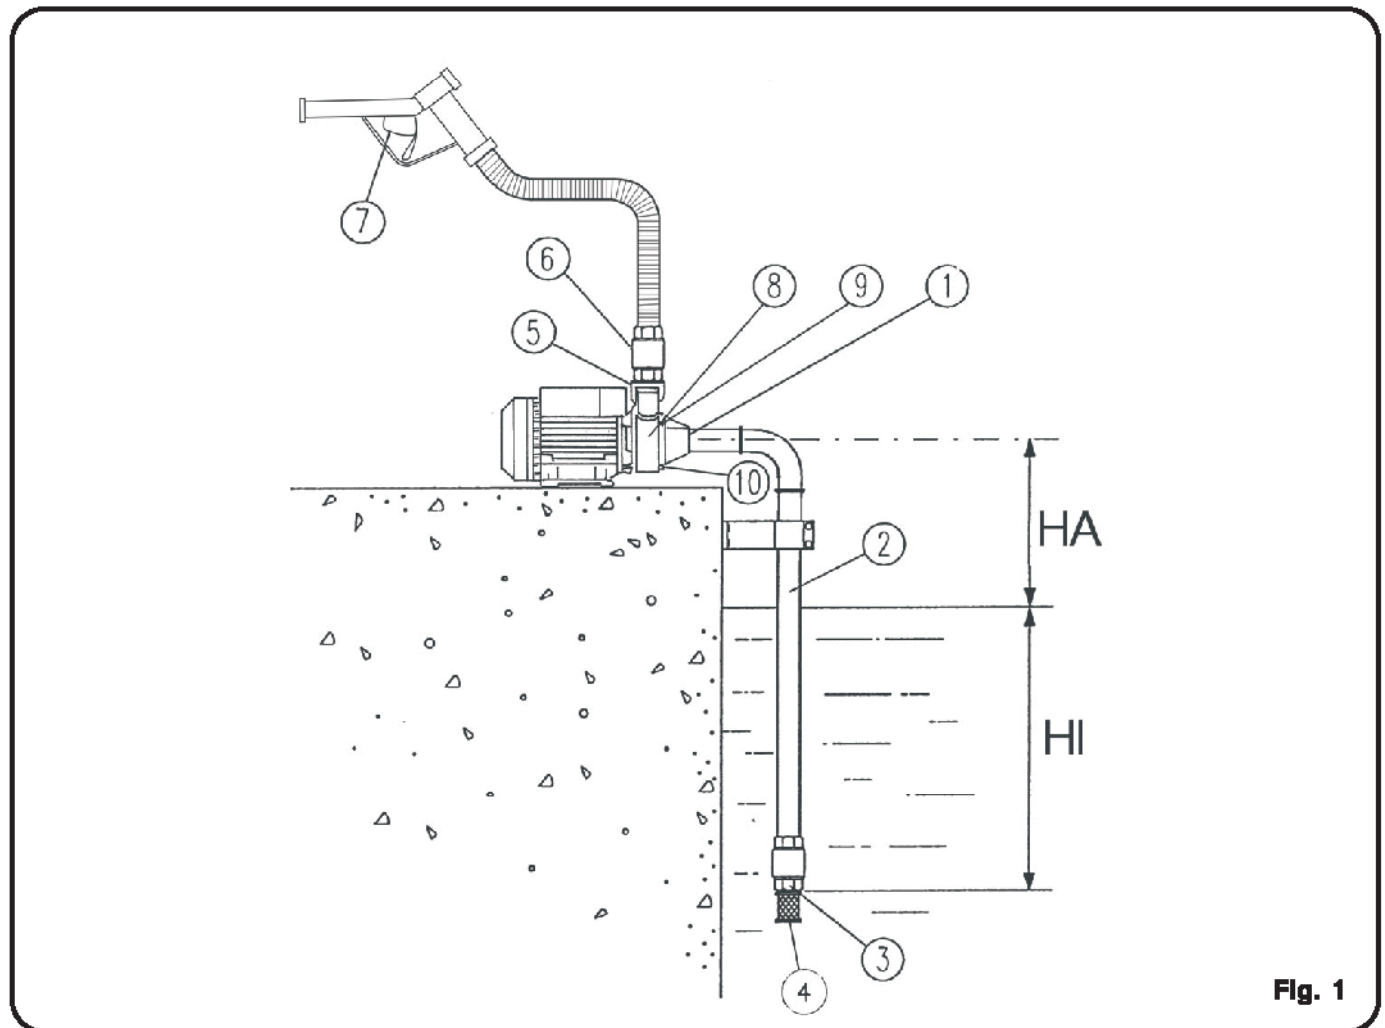

Fig. 1
**Раздел 3-й - Установка (см. рис. 1)**
## Раздел 5-ый – Ввод в эксплуатацию (см. Рис. 1)